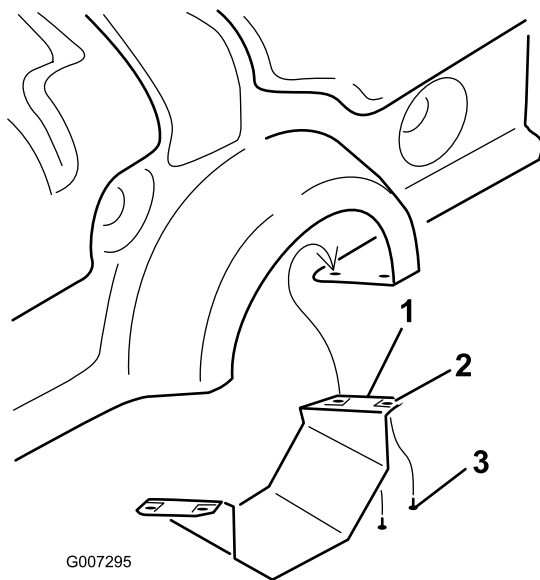

图10
1. 仅限 ProCore 864卸下 PTO 护罩图10。